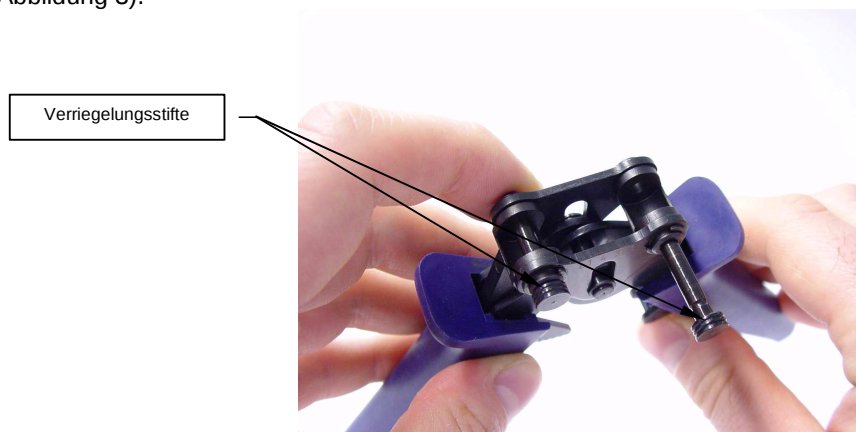

Abbildung 3
1. Als Erstes werden die beiden Verriegelungsstifte des Handgriffs ganz heraus gezogen (siehe Abbildung 3).